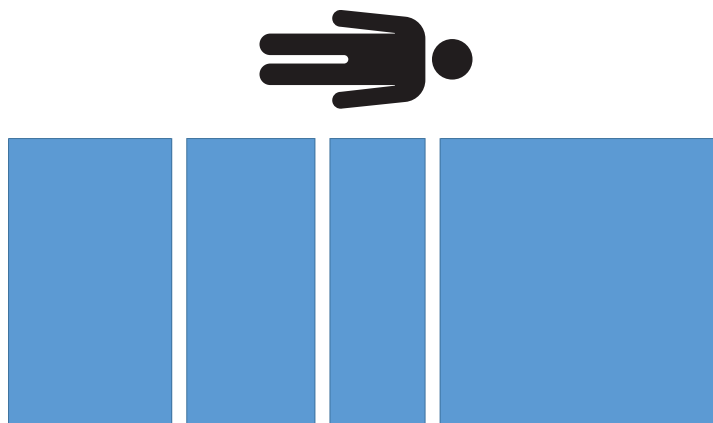

図 26 – 再現性試験 - 分銅なし
2. 製品から較正済み分銅をすべて取り除きます (図 26)。